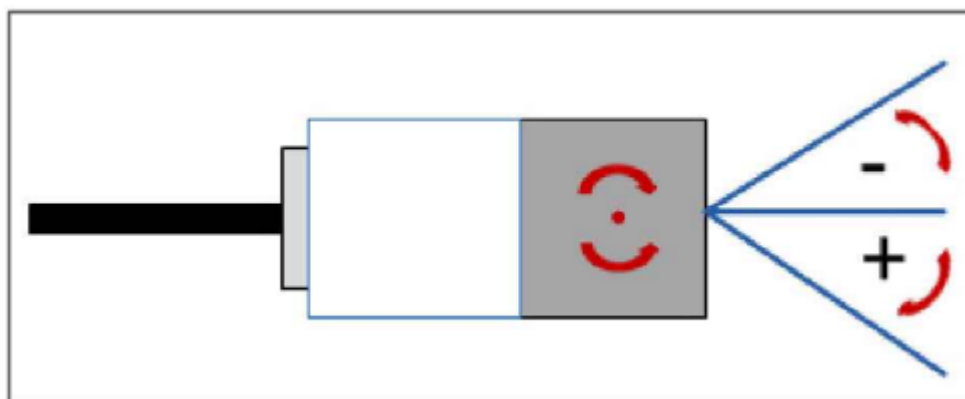

Рис. 2. Направление вращения
Гироскопический датчик определяет движение вокруг одной оси вращения. Это направление указано стрелкой на корпусе датчика (рис. 2.). Угол и направление вращения может быть положительным или отрицательным. Вращение по часовой стрелке считается
- установите гироскопический датчик в **неподвижное горизонтальное состояние** относительно нарисованных стрелок (как на рис. 2.);